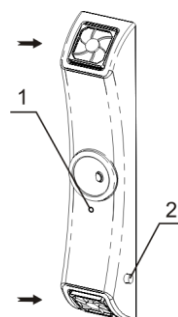

Fig. 5. Posizione dei filtri antipolvere
Per controllare, sostituire o pulire i filtri, basta rimuovere i coperchi (fig.5/→) e, se necessario, montare i pezzi nuovi oppure risciacquare, asciugare e installare nuovamente i filtri in uso. Reinstallare i coperchi.
- 6.7. **Sostituzione della lampada UV.** La sostituzione deve essere effettuata solo da personale qualificato e specializzato. È necessario effettuare la sostituzione quando la lampada UV smette di funzionare o al termine della durata indicata dal produttore. Per controllare il funzionamento della lampada UV all'interno del riciclatore, utilizzare l'indicatore situato al centro del riciclatore (fig.5/1). Se l'indicatore è illuminato quando l'interruttore è in posizione ON, significa che la lampada UV è in funzione. Se non è illuminato, sostituire la lampada.